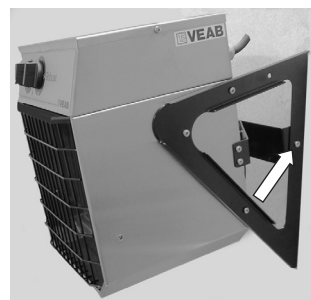

Fig 3
1. Dévisser les deux vis de la console et de l'entretoise, voir figure 3.